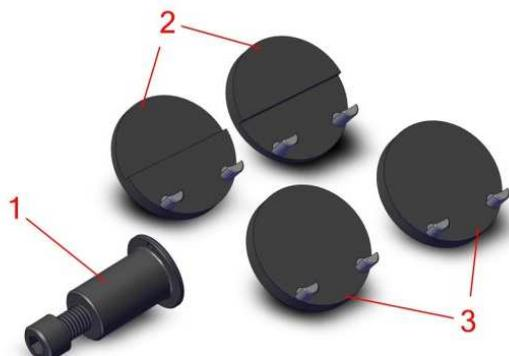

Рисунок 5.1.1
4. При использовании винта на регулируемом держателе (Рисунок 5.1.1, Поз. 1), осторожно поверните его по или против часовой стрелки для того, чтобы подвинуть сдавливающий зажим, расположенный на подвижной штанге. Отрегулируйте винт так, чтобы зазор между поверхностью образца и поверхностями обоих зажимов полностью исчез.